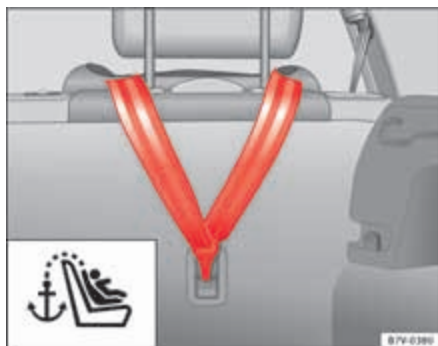

Fig. 29 Cinturón de fijación superior enganchado en el maletero.
- Enganche el cinturón superior de fijación en el reverso del respaldo del asiento trasero en la anilla de fijación correspondiente (para TOP TETHER) del respaldo ⇒ fig. 29.